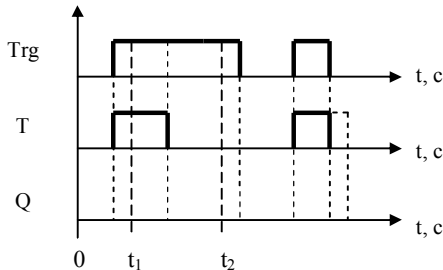

Рис. 15. Временная диаграмма функции Интервальное реле - импульсный выход
7. Функция **Интервальное реле времени – импульсный выход**. Сформируйте схему управления, содержащую блок **Интервальное реле времени – импульсный выход**, вход и выход. Задайте $T = 15$ с. По результатам исследований достройте временную диаграмму блока (рис. 15) и определите состояние выхода в моменты времени t_1 и t_2 .